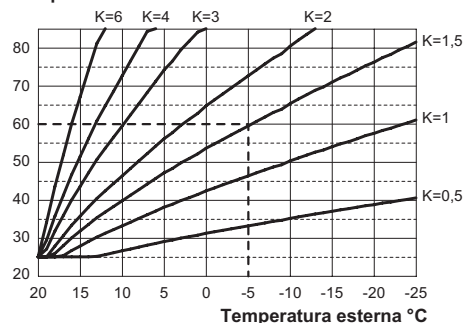

Figura 5.33
Se alla caldaia **È COLLEGATO** il comando remoto (opzionale) riferirsi alla Figura 5.33.
temperatura di mandata (Figura 5.33).
Es. Per avere una temperatura di mandata all'impianto di riscaldamento di 60°C con una esterna di -5°C si deve settare un K di 1,5 (linea tratteggiata in Figura 5.33).
- Utilizzando i tasti 12 o 13 è possibile modificare il valore del parametro 15 da un minimo di **01** ad un massimo di **60** in base alla curva scelta del coefficiente K in Figura 5.33 (il valore letto sul display corrisponde a valori decimali di coefficienti K).